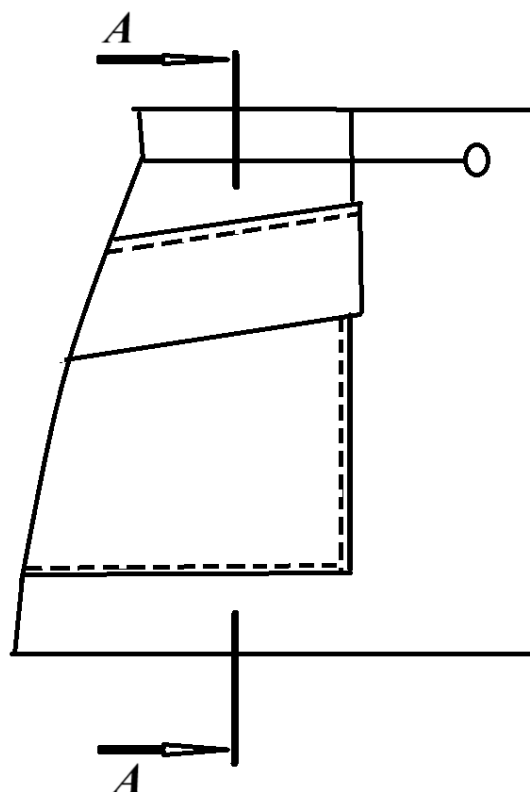

Рисунок 1 – Фрагмент сарафана. Накладной карман с клапаном.
Второй этап: Моделирование фрагмента заданной модели сарафана - накладного кармана с клапаном (стр. 11, рис. 1) **в натуральную величину и изготовление лекал.**
накладного кармана с клапаном (стр.11, рис. 1).**
1) *Внешний вид фрагмента заданного изделия должен полностью соответствовать техническому рисунку модели и художественно-техническому описанию (стр. 5, табл. 1), рисунку фрагмента (стр. 11, рис. 1) и техническим требованиям в п.п.2.2 и 2.3(при их наличии).*